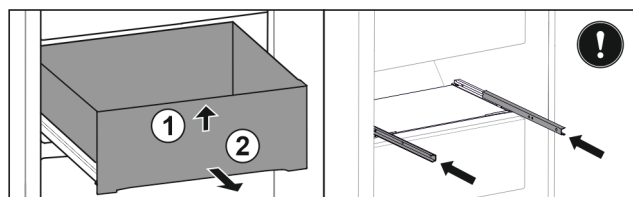

Fig. 28 *
- Nadvihnite zásuvku dopredu Fig. 28 (1)*
- Odoberte ju dopredu Fig. 28 (2)*